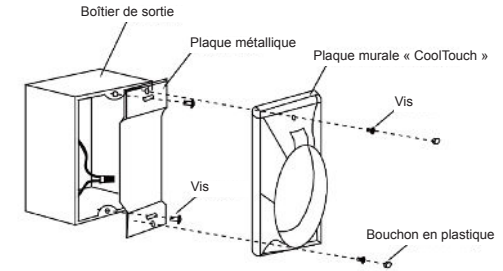

Fig. 26
Étape 2. Installez la plaque métallique et la plaque murale « CoolTouch » sur la boîte de prise murale existante avec les 4 vis fournies. Placez ensuite les deux chevilles en plastique dans la plaque murale. (Fig. 26)